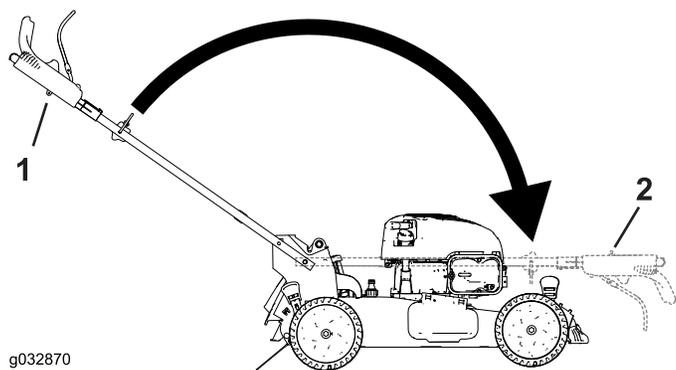

Figura 26
3. Inserte el perno de cuello cuadrado (con la cabeza del perno hacia el interior) a través del soporte del manillar y del orificio superior del extremo del manillar. Asegúrese de que los bordes cuadrados de cada perno de cuello cuadrado entre en el orificio cuadrado superior o inferior de su soporte del manillar relacionado (Figura 26).